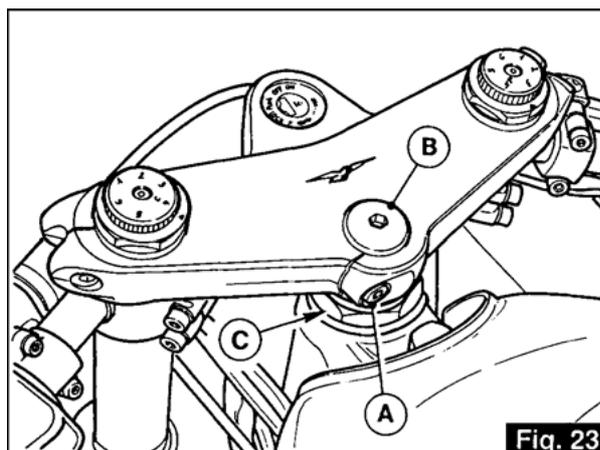

Fig. 23
5.4 RÉGLAGE DE LA DIRECTION (fig. 23)